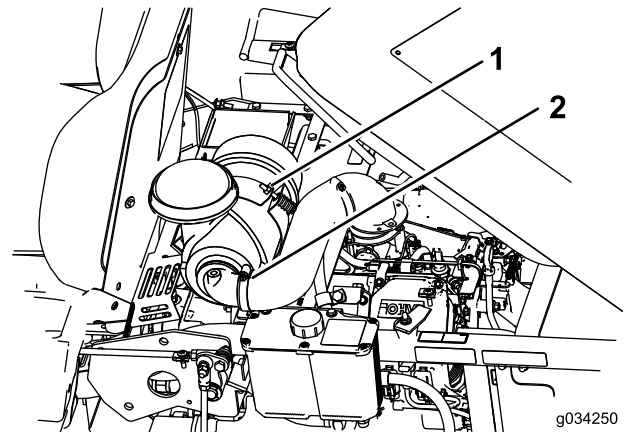

Figure 30
2. Desserrez le boulon qui fixe le filtre à air (Figure 30).
3. Desserrez le collier qui fixe le flexible et déposez le filtre à air (Figure 30).